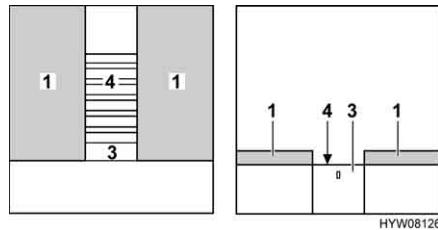

Bild 114 Während des Umbaus
- Wenn am Auszug (Bild 114,3) eine Verriegelung angebracht ist: Hinter die Blende fassen und Auszug entriegeln.
- Lattenrost (Bild 114,4) bzw. Verlängerung mit dem Auszug ganz herausziehen.